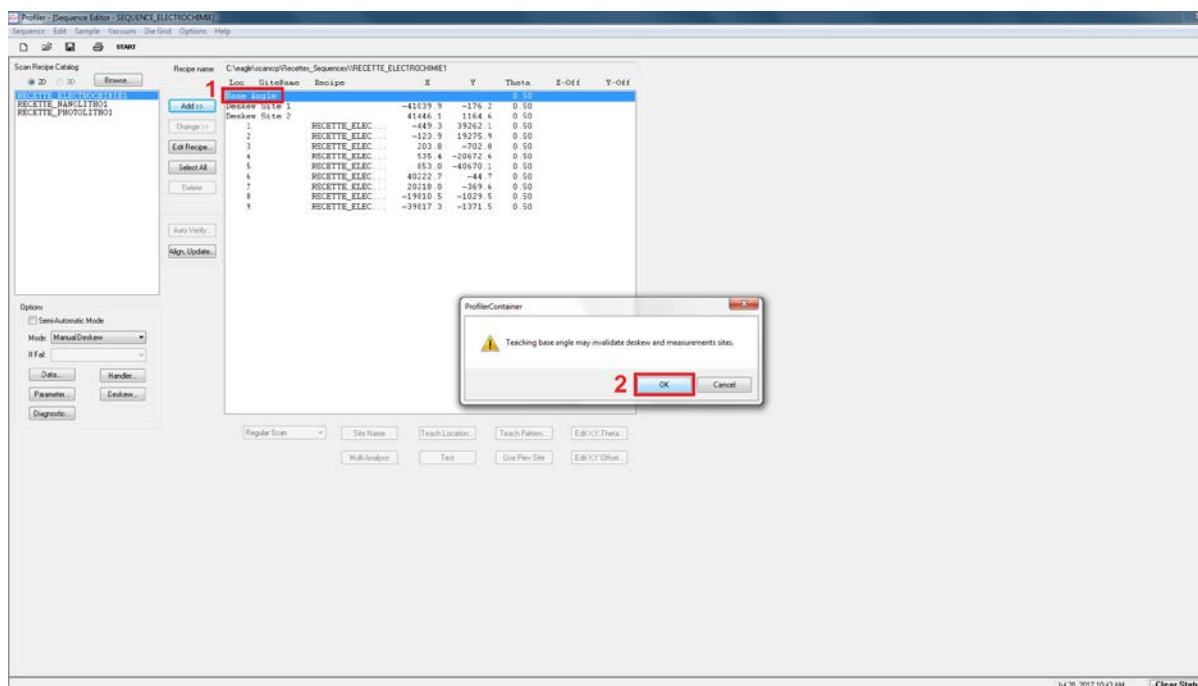

Figure 25 : Sequence editor
Dans la fenêtre « Sequence editor » (Figure 25), double-cliquer sur « Base angle » (1) afin d'avoir la possibilité de pouvoir corriger le θ de l'échantillon. Mettre OK (2) au message qui s'affiche.